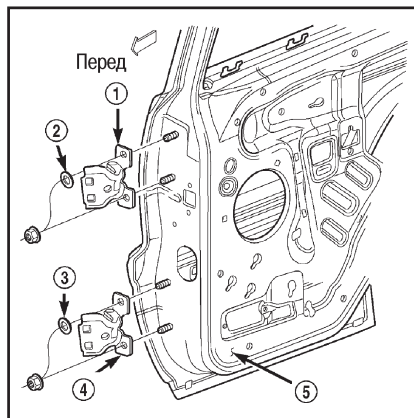

Рис. 39 Шарнир задней боковой двери
2. Нанесите метки по расположению шарниров для совмещения при последующей установке (рис. 39).